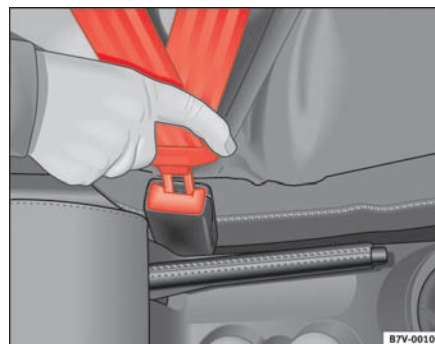

Fig.10 Selelås og selens låsetap
- Stik låsetappen ind i den selelås, der hører til den pågældende siddeplads. Du skal kunne høre, at den går i hak ⇒ side 22, fig. 10.